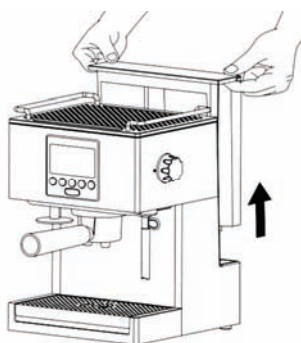

Рис. 1
**ВНИМАНИЕ!** Воду наливай в накопитель (1) только тогда, когда провод вытянут из сети. Клапан встроенный в нижнюю часть накопителя предотвращает вытекание воды.
- Вытяни накопитель на воду (1) дёргая его вверх (Рис. 1).